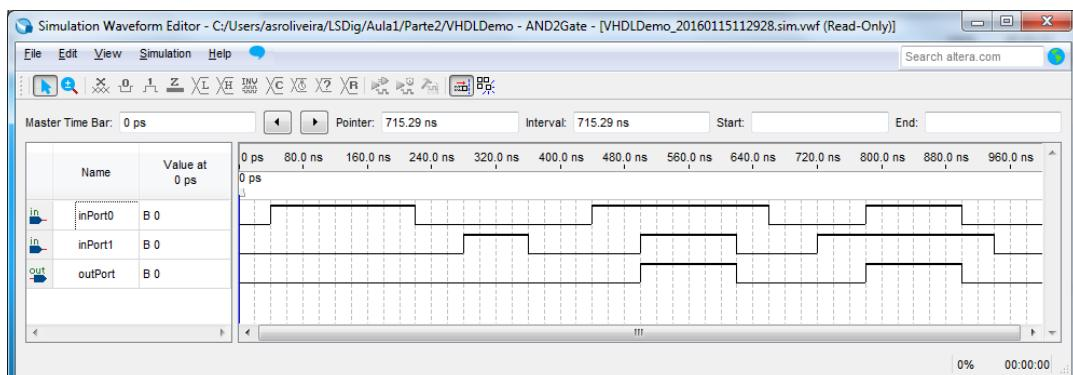

Figura 39 – Janela do simulador após a simulação.
**10.** Execute a simulação através do menu “*Simulation*→*Run Functional Simulation*”. Após a simulação deve obter o valor da saída da porta lógica AND correspondente às entradas que especificou (Figura 39).